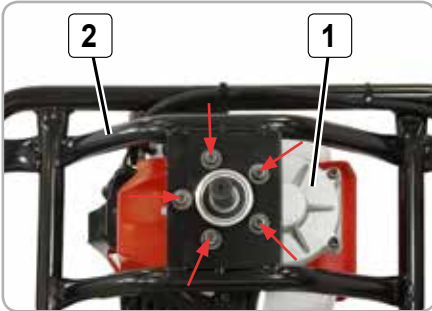

Fig.3
**Instalarea Motoburghiul GF-1058 (Fig.3,4,5,6):**
- Așezați corpul principal(1) al motoburghiului pre-montat pe o suprafață plană uscată, cu axul de acționare în sus;
- Așezați și centrați cadrul metalic de susținere(2) cu mânerul în jos;
- Montați cadrul metalic(2) de corpul principal (1) cu ajutorul a 5 suruburi și piulițe utilizând o cheie imbus disponibilă în colet;